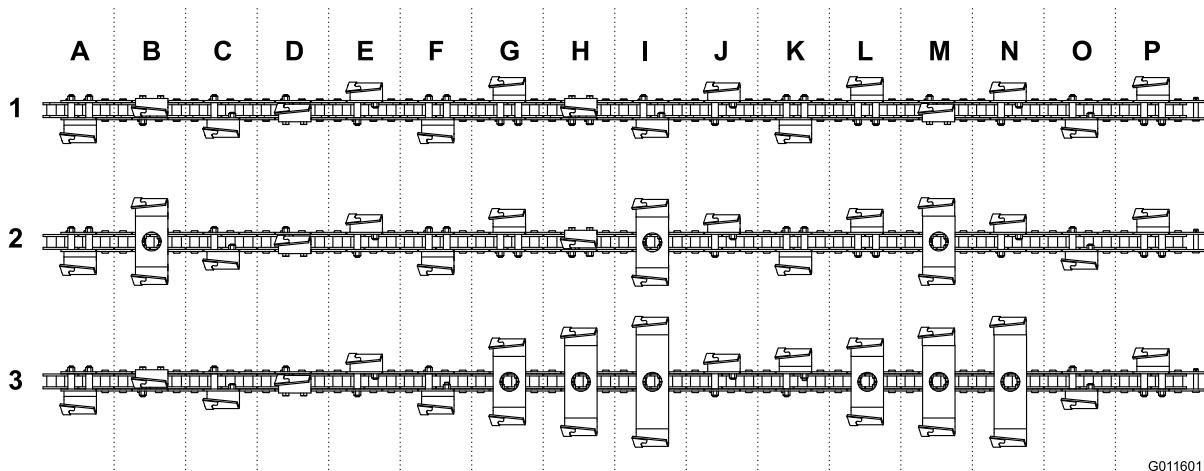

Figure 1
- Faites avancer la chaîne lentement jusqu'à ce que le maillon muni de l'axe de chape se trouve à l'extrémité de la chaîne. La dent qui suit correspond à la position A (Figure 1).
Remarque: Il peut être utile de repérer toutes les positions illustrées à la Figure 1 sur la chaîne avant de démarrer et de les marquer au feutre ou au crayon gras.
1. Enlevez la dent et les entretoises de la position **B** sur la chaîne (Figure 1).
1. Enlevez les dents et les entretoises des positions **G**, **H** et **I** sur la chaîne (Figure 1).
6. Enlevez les dents et les entretoises de la position **K** sur la chaîne (Figure 1).
7. Enlevez les dents et les entretoises de la position **L** sur la chaîne et montez-les à la position **K** (Figure 1).
8. Enlevez les dents et les entretoises des positions **M** et **N** sur la chaîne (Figure 1).